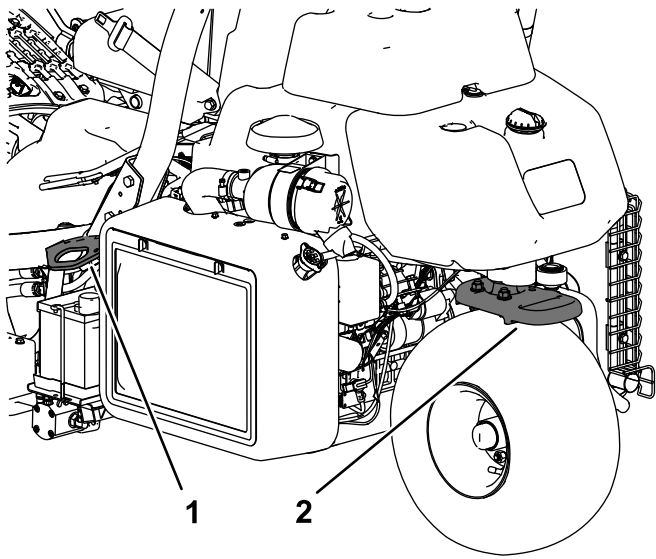

Рисунок 24
- Надежно закрепите машину с помощью ремней, цепей, тросов или веревок. И передний, и задний ремни должны быть направлены вниз и в сторону от машины (Рисунок 24).